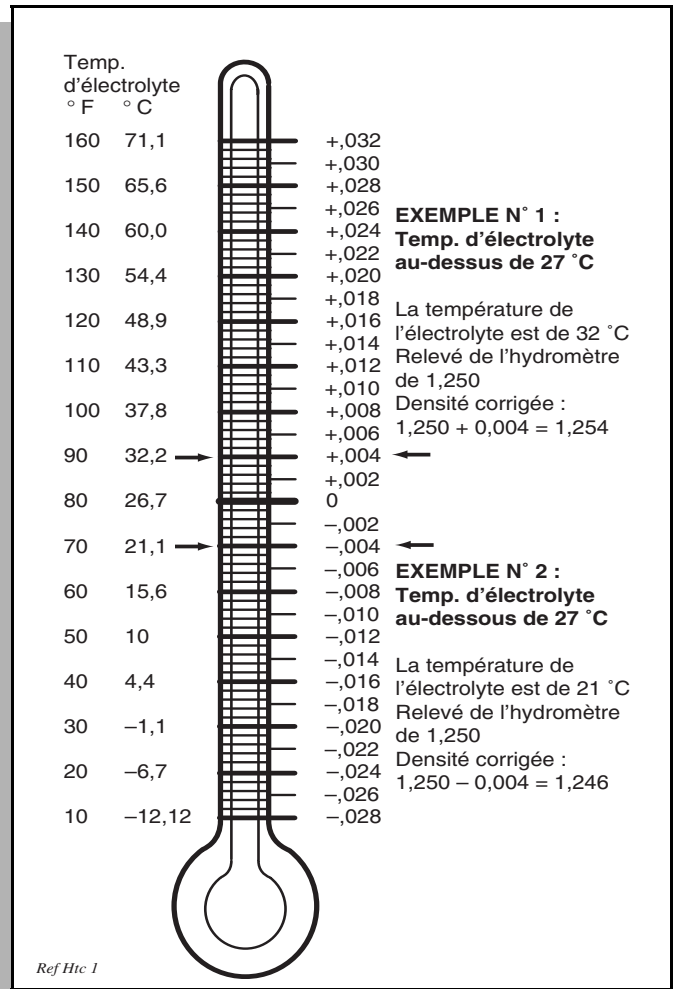

Fig. 31 Correction de l'hydromètre en fonction de la température
4. Ajouter ou soustraire du relevé quatre points (0,004) par 6 °C de la température de l'électrolyte au-dessus ou au-dessous de 27 °C. Ajuster le relevé en fonction de la température de l'électrolyte, c'est-à-dire si le relevé indique une densité de 1,250 et que la température de l'électrolyte est de 32 °C, **ajouter** quatre points (0,004) à 1,250, ce qui donne un relevé corrigé de 1,254. De même, si la température est de 21 °C, **soustraire** quatre points (0,004) pour obtenir 1,246 (Voir Fig. 31 page 26).